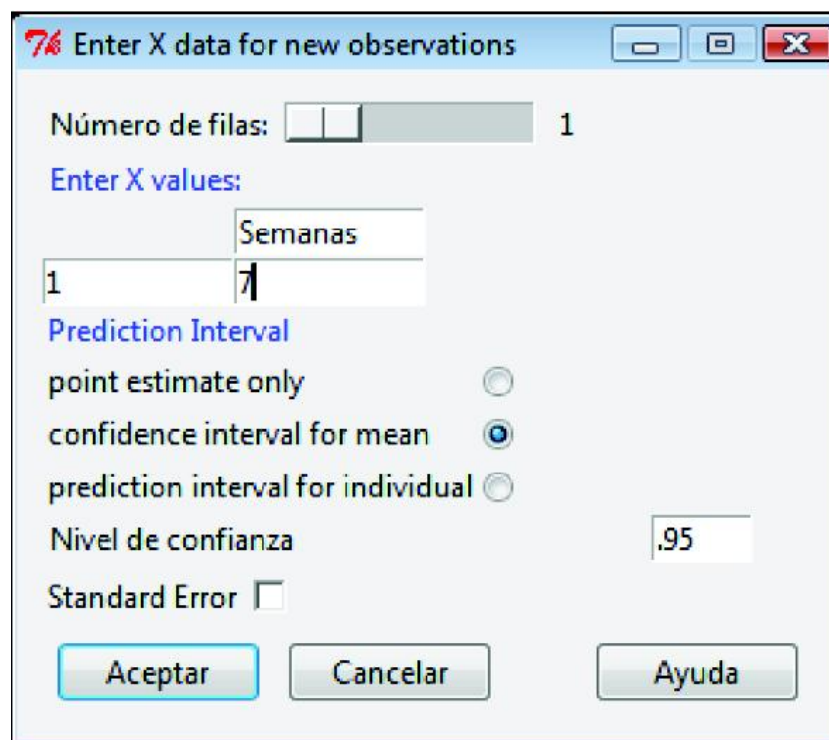

Figura 6: Ventana para hacer predicciones
3. Cargando el paquete `RcmdrPlugin.HH` desde la ventana principal de R. Al cargar este paquete puede dar la sensación de que todos nuestros datos han sido borrados de R Commander, pero si vamos a **Modelos** → **Seleccionar modelo activo** podremos elegir de nuevo el modelo calculado anteriormente. Tras cargar este nuevo paquete, habrá aparecido una nueva opción bajo el menú **Modelos** llamado **Prediction Intervals... HH**. Seleccionamos esta opción y aparecerá una nueva ventana como la de la Figura 6. Bajo la variable “Semana” escribiremos “7” y seleccionaremos la opción **point estimate only**, pulsando después **Aceptar**. El resultado aparecerá en la ventana de resultados de R Commander.